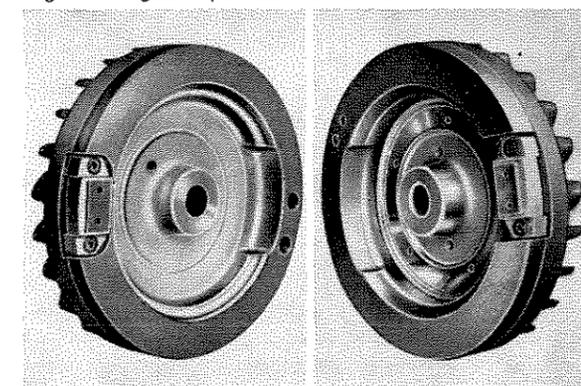

Fig. 23 - Volani
- per accensione con interruzione a comando meccanico (fig. 23 sin.) con altezza sede calamita di 15 mm.
- per accensione a transistor ed alloggiamento alternatore (fig. 23 destra).